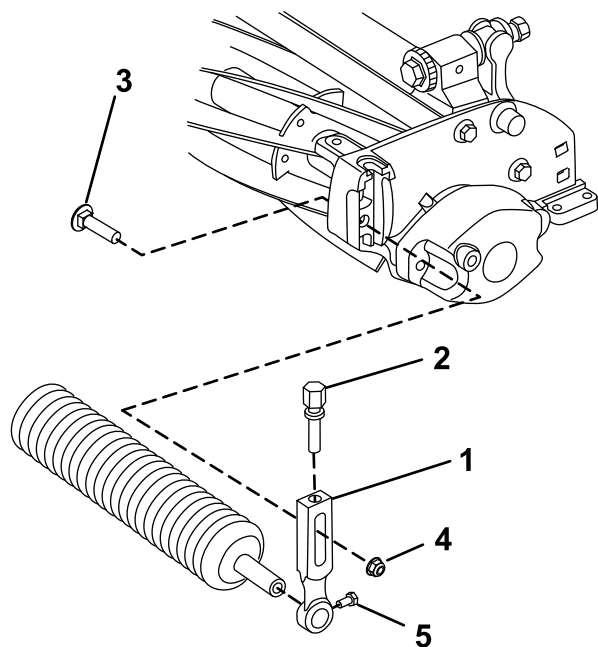

Figura 3
1. Îndepărtați șurubul plugului, șaiba și piulița cu guler care fixează unul dintre brațele pentru înălțimea de tăiere de placa laterală a unității de tăiere (Figura 3).
3. Glisați arborele rolei pe brațul pentru înălțimea de tăiere de pe capătul opus al unității de tăiere (Figura 3).
4. Glisați brațul pentru înălțimea de tăiere pe arborele rolei (Figura 3).
5. Fixați fără a strânge rola pe unitatea de tăiere cu brațul pentru înălțimea de tăiere și dispozitivele de fixare îndepărtate anterior (Figura 3).
7. Strângeți șuruburile pentru montarea rolei (Figura 3).
2. Slăbiți șuruburile pentru montarea rolei din brațele pentru înălțimea de tăiere (Figura 3).